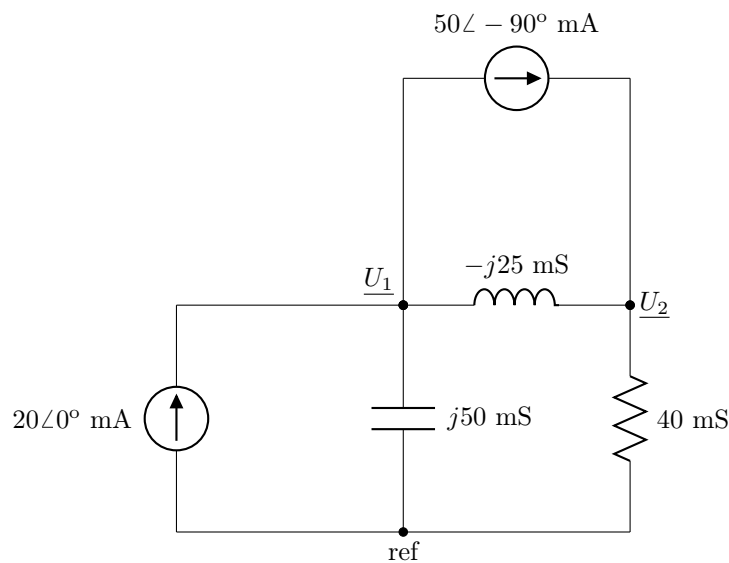

Figura 4.12: Circuito de los problemas 40 y 41.
40. Utiliza el análisis de nodos en el circuito que se muestra en la figura 4.12 para encontrar: a)  $\underline{U}_1$ ; b)  $\underline{U}_2$ .
41. Si se usa superposición en el circuito de la figura 4.12, encuentra  $\underline{U}_1$  con: a) sólo la fuente de  $20\angle 0^\circ$  mA operando; b) sólo la fuente de  $50\angle -90^\circ$  mA operando.